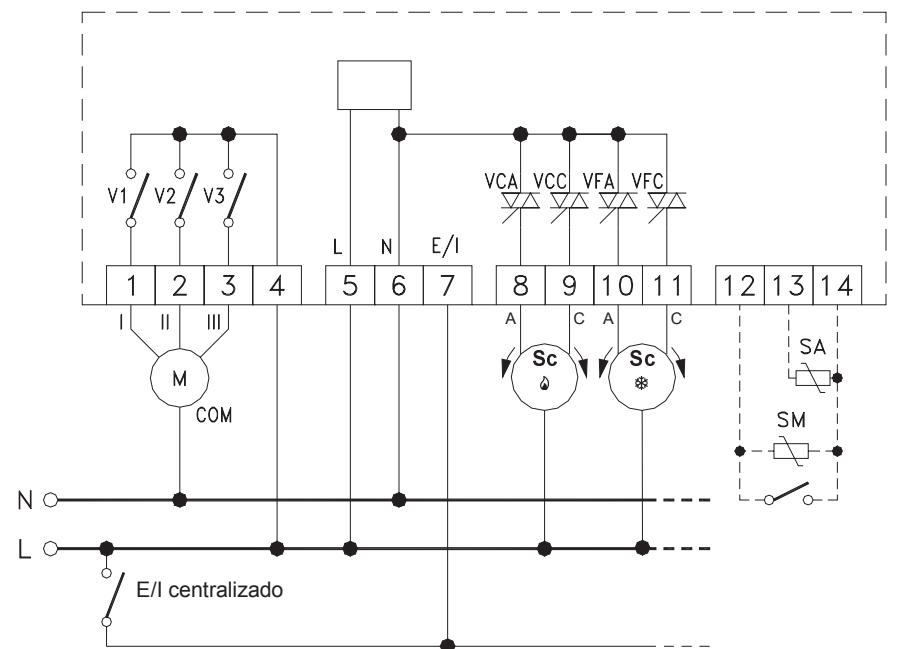

Fig. 6: Esquema de conexión.
Sur la Fig. 6 on peut observer un exemple de connexion sur sortie centralisée.
5. Realizar las conexiones eléctricas haciendo pasar los cables mediante la abertura rectangular siguiendo el esquema de conexión de Fig. 6.